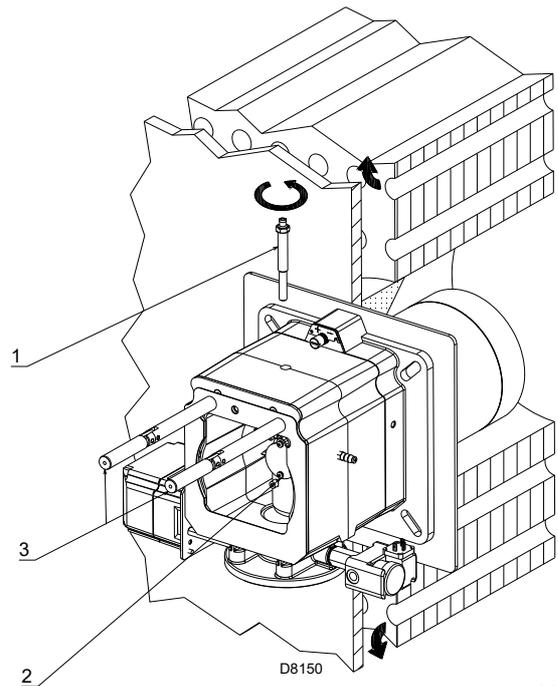

Abb. 15
- die Schraube 1)(Abb. 15) entfernen;
- das Innenteil 2)(Abb. 15) des Kopfes herausziehen und deren Einstellung vornehmen.